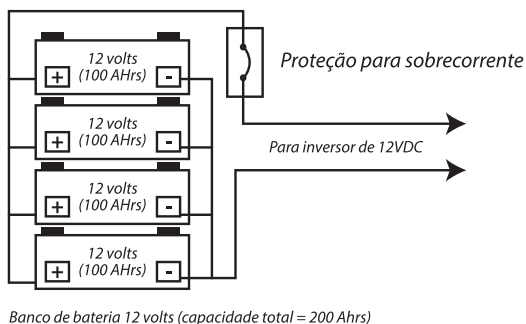

Figura 7:
2. Associação em paralelo: Ligar as baterias em paralelo aumenta o tempo total que as baterias podem operar as cargas CA. A conexão em paralelo aumenta a capacidade pelo número de baterias conectados ao conjunto. Mesmo que sejam múltiplas baterias, a tensão permanece a mesma, no exemplo abaixo (Figura 7), quatro baterias de 12V em CC e 100Ah de capacidade, são combinadas em único bloco de 12V em CC e 400Ah de capacidade.